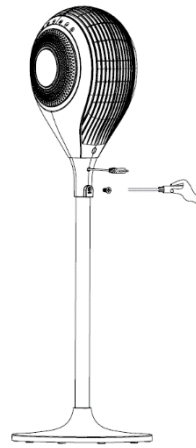

Рис. 3
4. Зафіксуйте корпус вентилятора на стійці за допомогою гвинта. (Рис. 3)